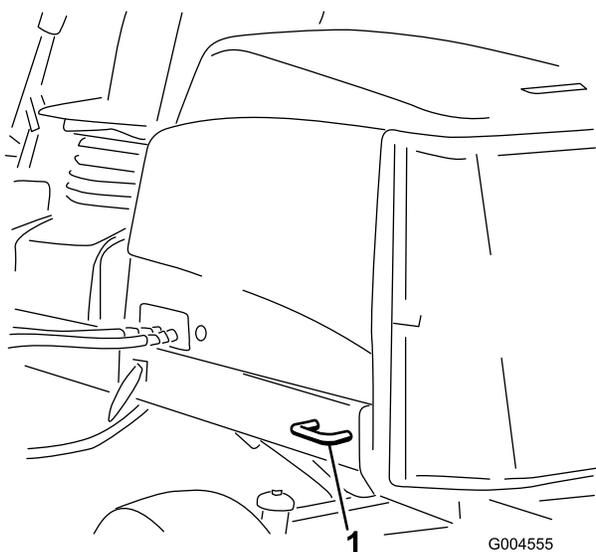

Figura 47
- Posteriori – ogni lato della macchina sul telaio posteriore (Figura 47).